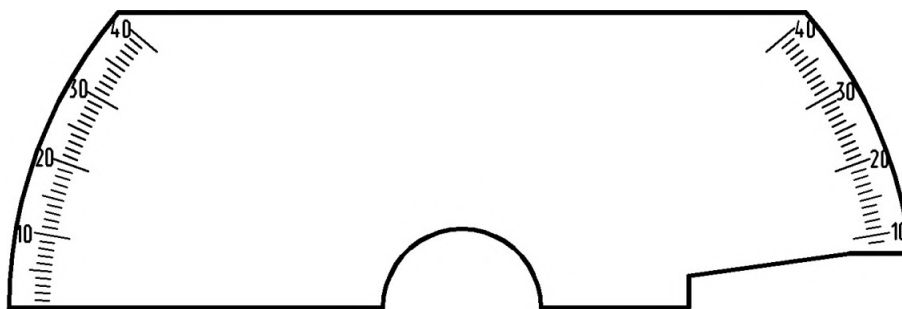

Abb. 98. 24-F-74784.001 – Sektor
1. 24-F-74784.001 – Sektor (Abb. 98).